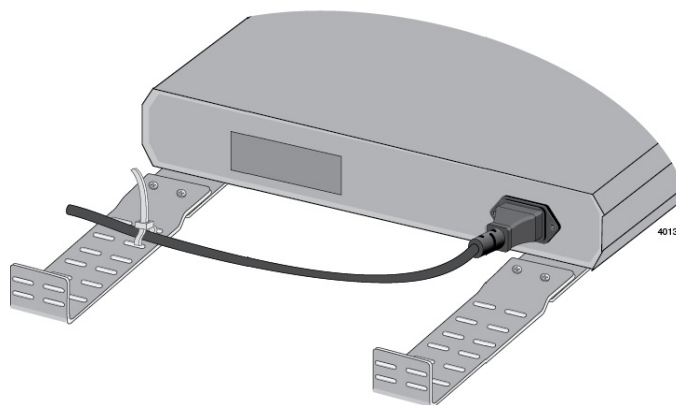

Рисунок 40. Закрепление шнура питания при помощи стяжки
9. Закрепите шнур питания при помощи стяжки, как это показано на рис. 40.